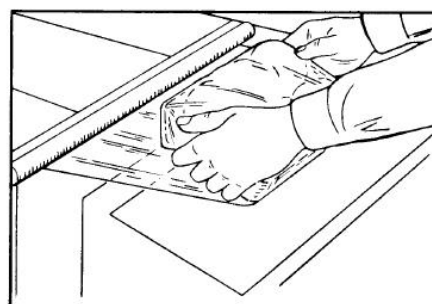

Fig. 6
5. Tome el paquete de los lados, júlelo de nuevo sobre la varilla de corte y bájelo hacia la varilla para cortar la película (Fig. 6)